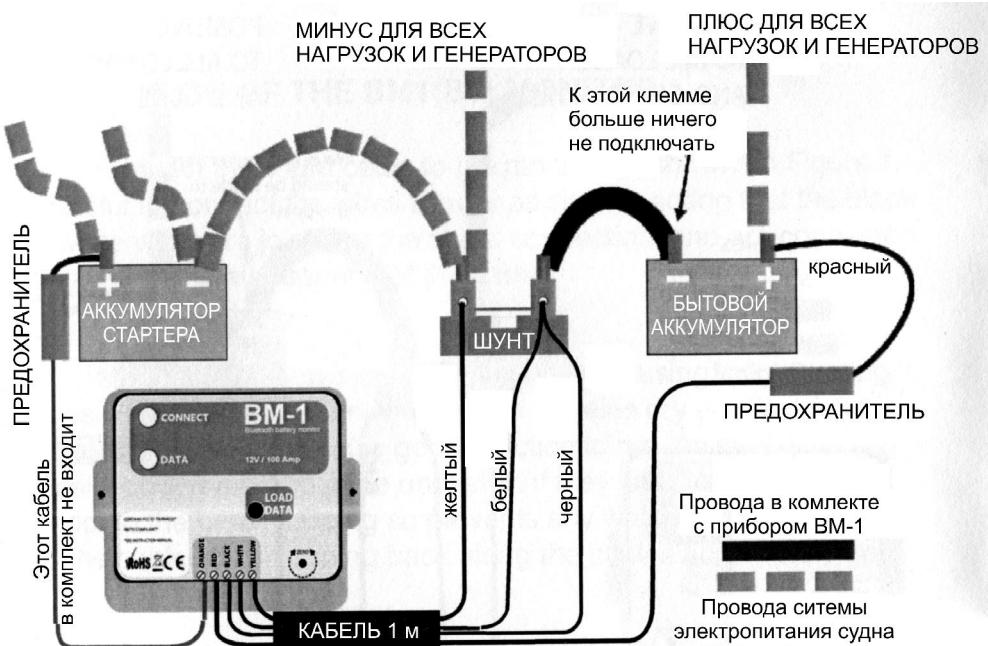

Рис. 2. Схема контроля за бытовым аккумулятором и аккумулятором стартера
- Если требуется контроль за напряжением аккумулятора стартера, подсоедините оранжевый провод (нет в комплекте) к положительной клемме этого аккумулятора, как показано на рис. 2. Ближе к стартеру в цепь следует включить предохранитель на 1 А.